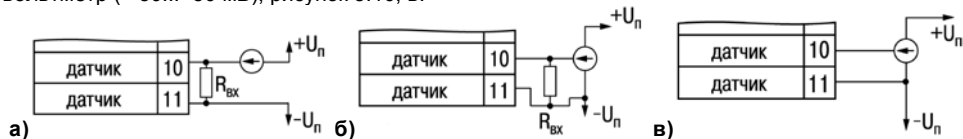

Рисунок 5.10
**Примечание** - ТРМ212 может использоваться также как вольтметр (0...1 В) или милливольтметр (- 50...+50 мВ), рисунок 5.10, в.